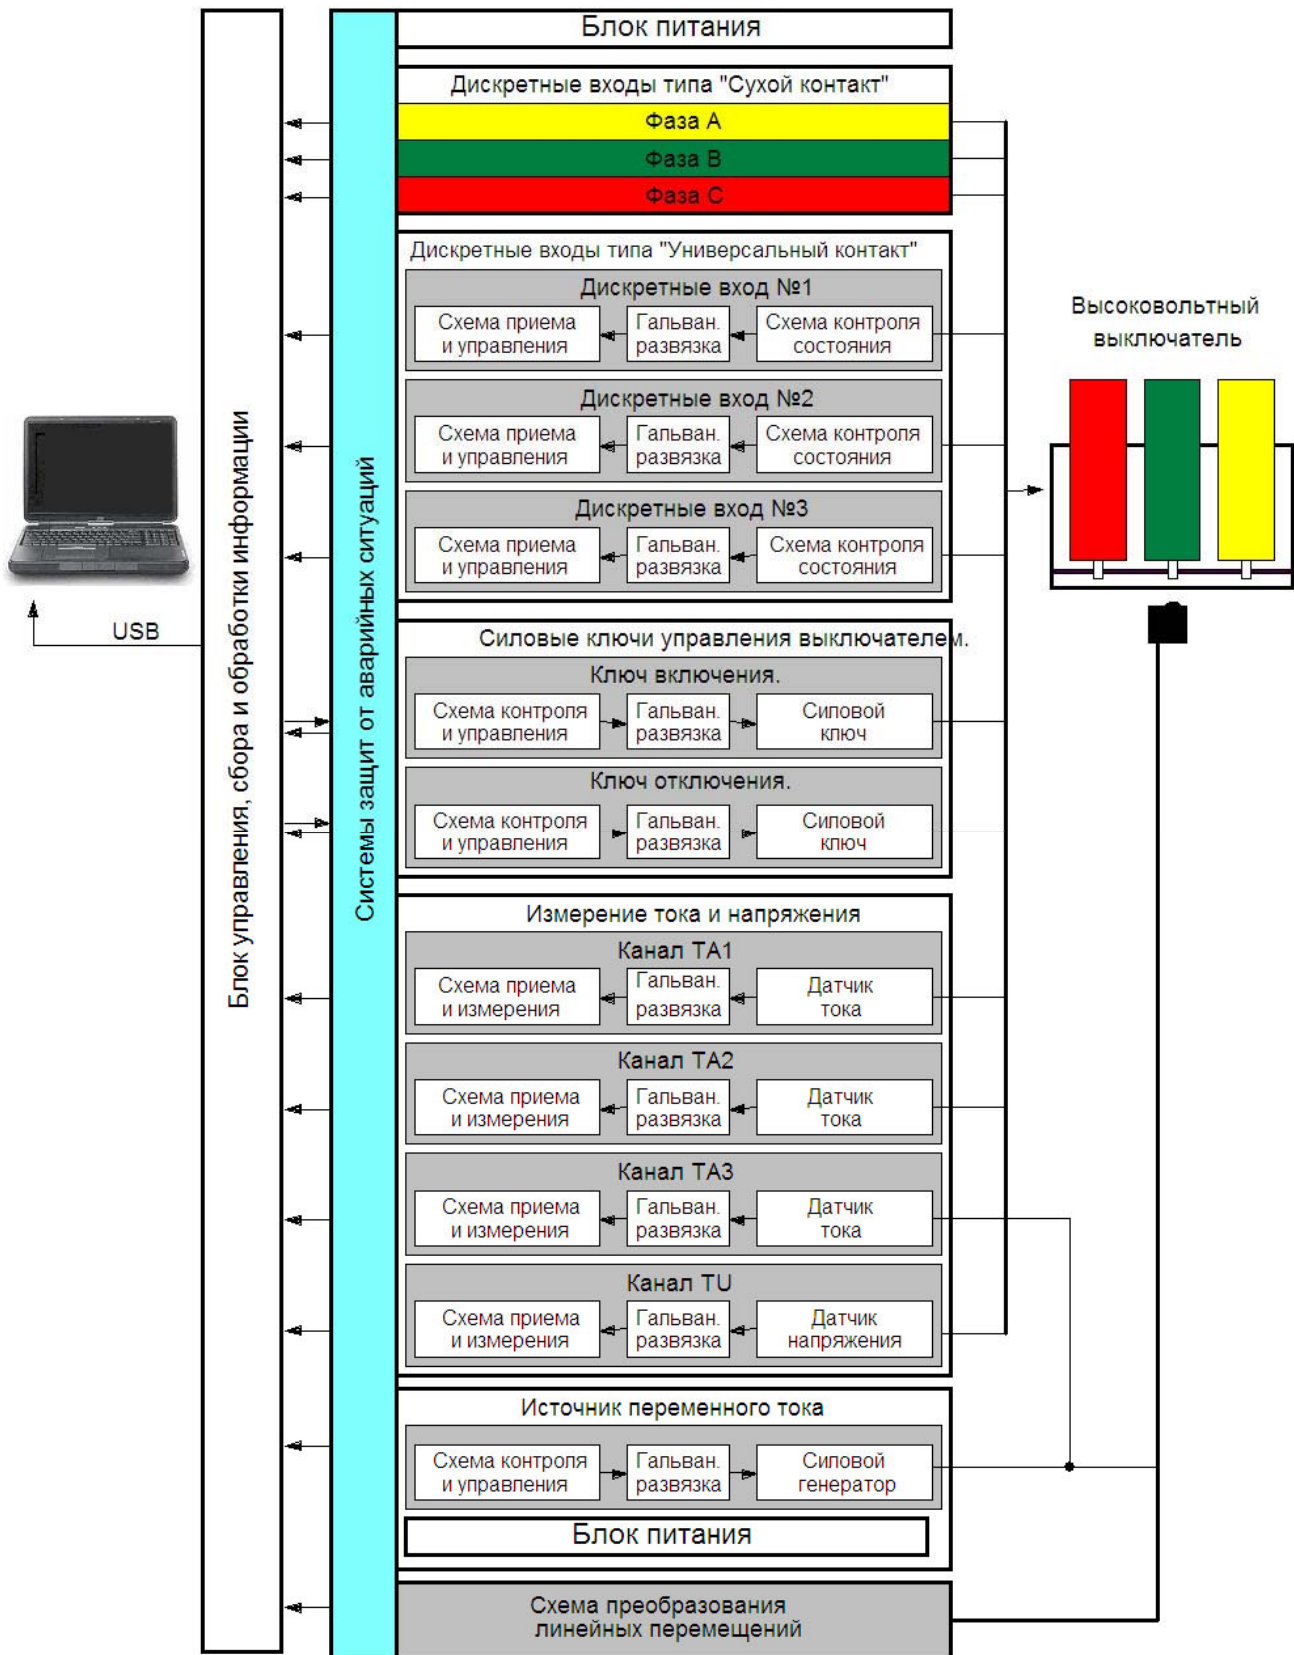

Рисунок 2
3.3. Структурная схема прибора (Полюс-5), рисунок 2